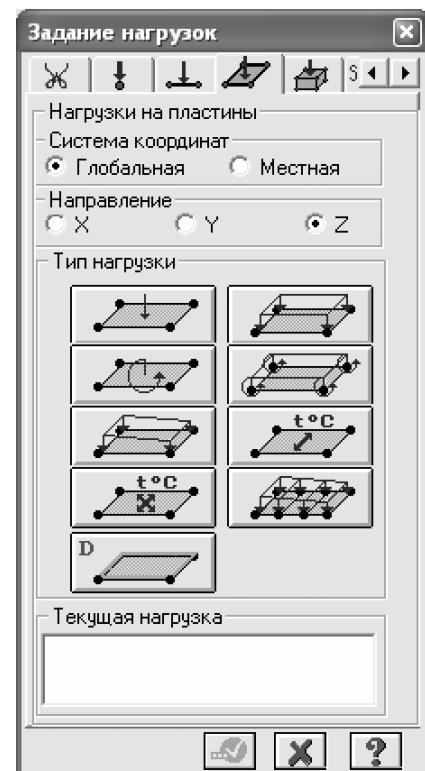

Рис.4.18. Диалоговое окно
- Вызовите диалоговое окно **Задание нагрузок** (рис.4.18) с помощью меню **Нагрузки** ⇒ **Нагрузка на узлы и элементы** (кнопка на панели инструментов).